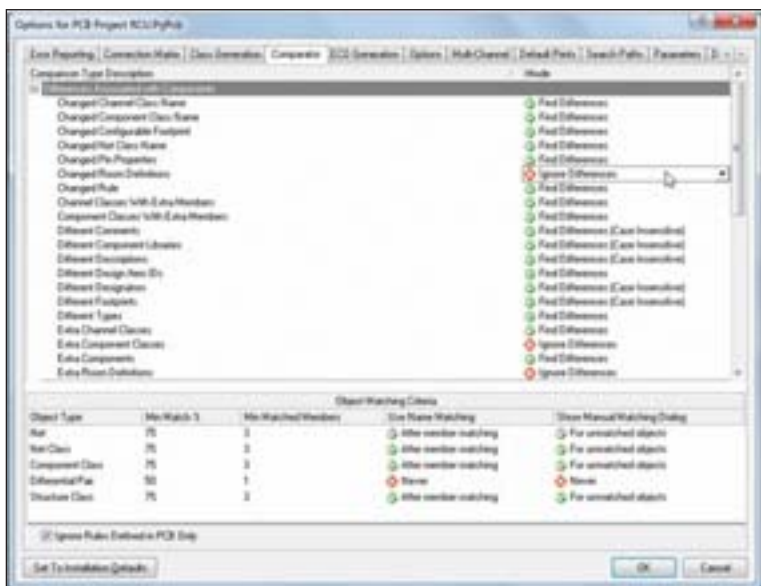

Рис. 50. Окно настройки опций проекта
4. Напротив каждой из этих строк выберите режим *Ignore Differences* (Игнорировать различия) из выпадающего списка в колонке *Mode* (рис. 50).